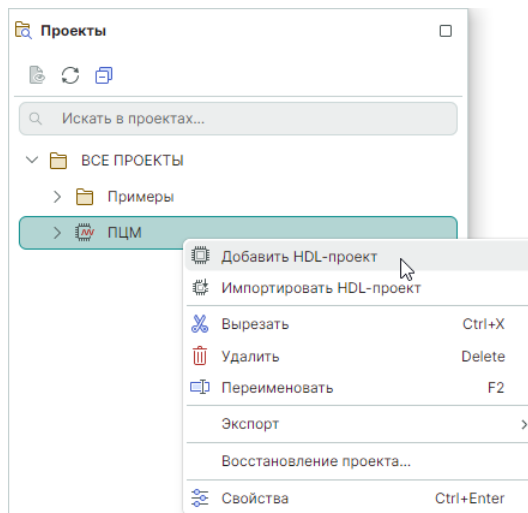

Рис. 16 Добавление HDL-проекта с имени проекта
2. Выберите пункт «Добавить HDL-проект», см. Рис. 16.